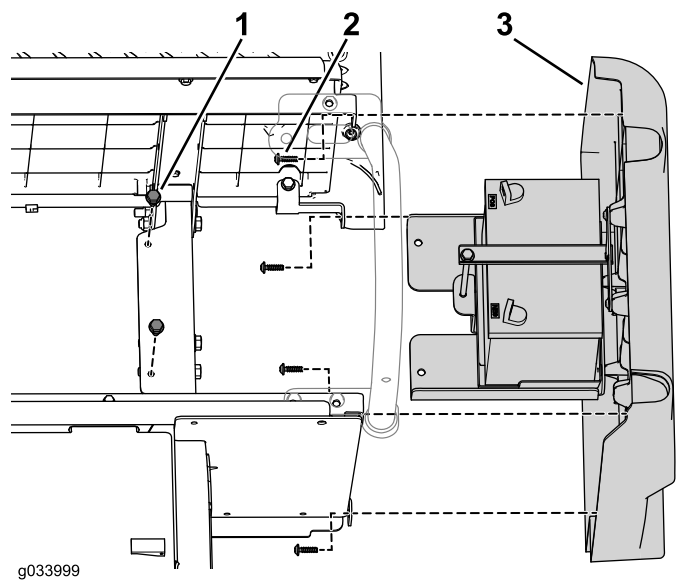

Figure 45
3. Utilisez les fixations que vous avez retirées précédemment pour reposer le panneau droit d'origine sur les panneaux de base des sièges arrière (Figure 45).